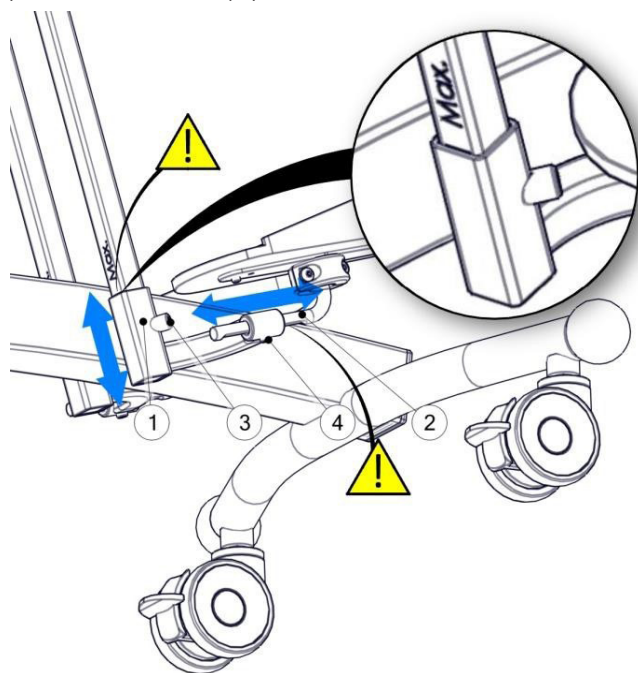

рис. 11
Платформы для стоп обеспечивают полную регулировку положения ног пациента. Чтобы отрегулировать платформу по высоте, ослабьте винт (3) и сдвиньте корпус (1) платформы вдоль стойки. При регулировке положения платформы для стопы следите, чтобы платформа не смещалась за маркер «MAX». Чтобы зафиксировать положение платформы, затяните винт (3). Чтобы отрегулировать платформу для стопы по глубине, ослабьте винт (4), что позволит сдвинуть кронштейн (2) платформы. Чтобы зафиксировать положение платформы, затяните винт (4). При регулировке платформы убедитесь, что винт (4) остается в пазу, направляющем кронштейн платформы. Это гарантирует безопасный диапазон расположения платформы. Рис. 11.